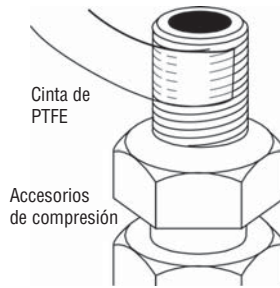

Figura 3
3. Envuelva las roscas MNPT de 3/8" de los accesorios con trozo de cinta de PTFE de 3" (7,6 cm) de largo hacia la derecha (en sentido horario). Envuelva firmemente para que la cinta adopte la forma de las roscas de los accesorios y el diámetro de éstas aumente en 1/2" aproximadamente. (Figura 3) **No envuelva con cinta las roscas de compresión de 3/8" o 1/2".**